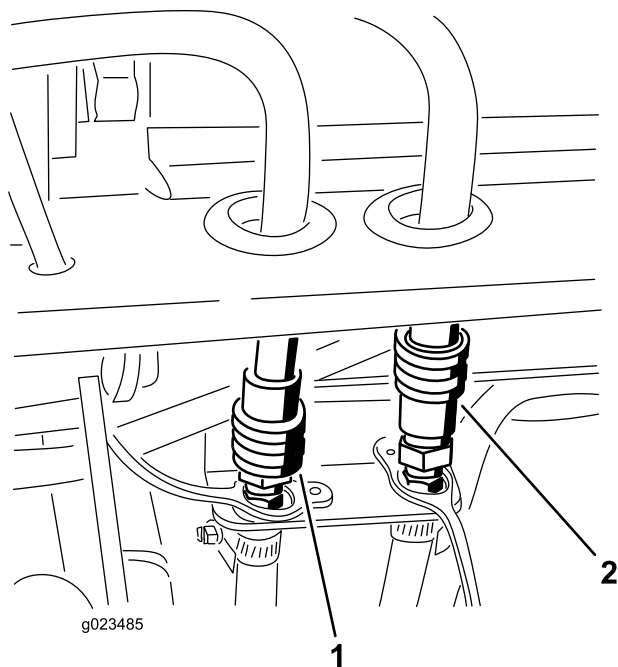

Figura 35
29. Conecte los manguitos de presión de la cabina y de retorno a los acoplamientos rápidos del bastidor trasero (Figura 35).